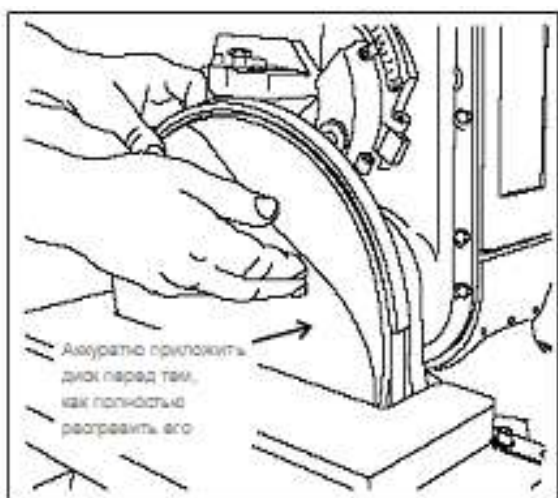

Рис. 8: Установка нового абразивного диска
5. Осторожно поместить новый диск, чтобы он находился точно по центру приводного диска (Рис. 8).